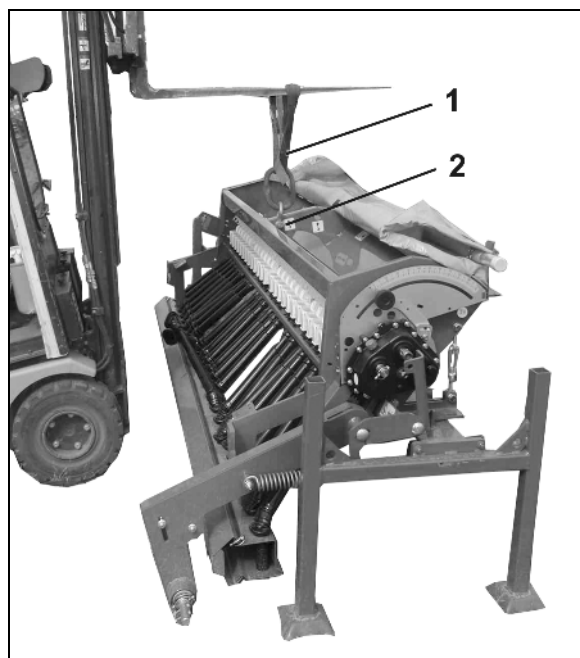

Fig. 17
3. Sikre maskinen med løfteutstyrets løftestropp (Fig. 17/1).
Bruk de merkede løftepunktene (Fig. 17/2) på maskinen!